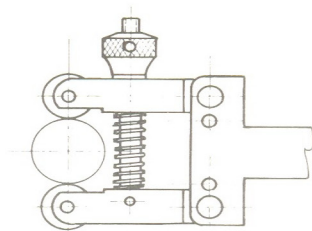

Fig. 1
- 1- Una vez sujeto el moleteador a la torreta de torno, llévela hasta que las moletas coincidan con la vertical del centro de la pieza (Fig 1), aproxime dicha moleta con el tornillo hasta que entre en contacto con la pieza. / *Once the knurling tool is attached to the lathe turret, bring it until the knurling wheels coincide with the vertical of the center of the piece (Fig 1), bring the knurling wheel closer with the screw until it comes into contact with the piece.*